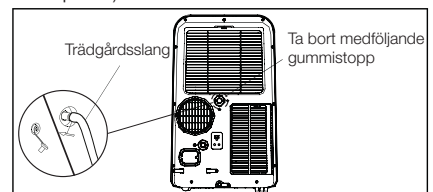

Fig. 25
1. I afuktningläget behöver du en trädgårdsslang (säljs separat) för att tömma ut kondens från enheten. Ta ut gummistoppet ur slangkontakten och skruva sedan på en trädgårdsslang till kontakten (se Fig. 25).